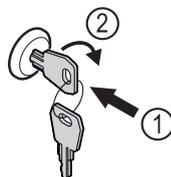

Fig. 205
- ▶ Introducir la llave. Fig. 205 (1)
- ▶ Girar la llave 90° en sentido horario. Fig. 205 (2)